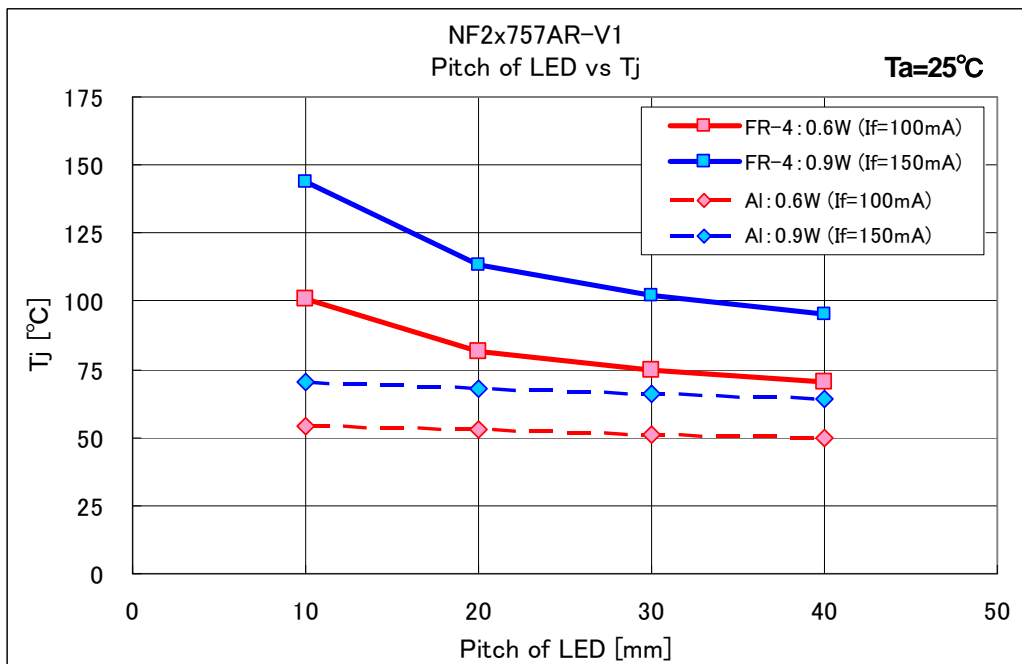

図 7. NF2x757AR-V1 評価結果
0.6W( $I_f=100\text{mA}$ )と0.9W( $I_f=150\text{mA}$ )における LED 実装ピッチと中心 LED の  $T_j$  の関係を図 7 に示します。FR-4 におけるこれらの条件下では、20mm 以上のピッチを設けることで相互影響は小さくなります。また、アルミ基板では 10mm ピッチでも相互影響は小さく、狭ピッチでの配置が可能です。